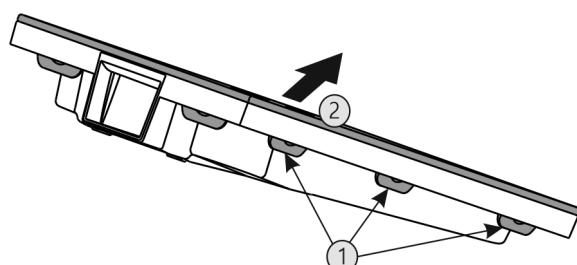

Fig. 75
- Последовательно нажать на все накладки Fig. 75 (1) и снять крышку Fig. 75 (2).